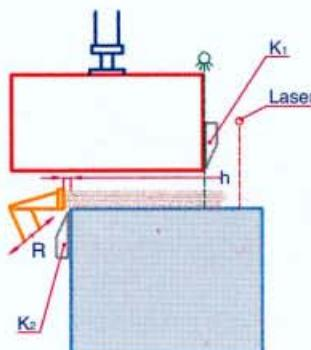
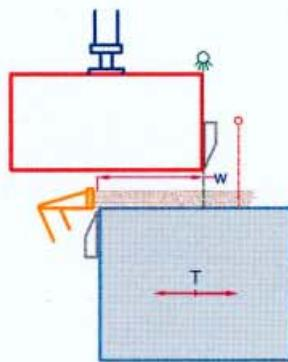

Fig.1
Fig.2
La machine permet, par une seule opération, d'effectuer la coupe d'un paquet de placage sur les deux côtés. La coupe simultanée sur les deux côtés est obtenue grâce au mouvement simultané de deux couteaux: le premier (Fig. 1; K1) monté sur une structure fixe et le deuxième (Fig. 1; K2) sur une table mobile T. La table mobile T se déplace jusqu'à atteindre une distance entre le couteau K1 et le couteau K2 qui est égale à la largeur "W" qu'on veut obtenir du paquet de placage (Fig. 2). Le mouvement du couteau K1 se produit du haut en bas, tandis que le couteau K2 se déplace dans le sens contraire. La machine est équipée d'un presseur P, pour le blocage du paquet au cours de l'opération de coupe.
Mit dieser Maschine kann man in einer einzigen Operation ein Furnierpaket auf beiden Seiten beschneiden. Das Beschneiden auf zwei Seiten des Pakets erfolgt durch die gleichzeitige Bewegung von zwei Messern, wobei das Messer (K1 in Abb. 1) an der festen Struktur und das zweite Messer (K2 in Abb. 1) am beweglichen Tisch (T) angebracht ist. Der verstellbare Tisch (T) kann solange versetzt werden, bis das am Tisch angebrachte Messer (K2) sich um eine Distanz vom Messer (K1) entfernt, wie sie der zu schneidenden Breite (W) des Furnierpaket entspricht (Abb. 2). Die Bewegung des Messers (K1) erfolgt von oben nach unten, während das Messer (K2) sich in die Gegenrichtung von unten nach oben bewegt. Die maschine ist mit einem Niederhalter (P) für das Festklemmen des Pakets während des Schneidvorgangs ausgerüstet.
La macchina consente, con un'unica operazione, il taglio di un pacco di impiallacciatura su entrambi i lati da rifilare. La rifilatura simultanea, su due lati del pacco, avviene grazie al movimento contemporaneo di due coltelli, il primo (riferimento K1 di fig. 1) montato su una struttura fissa e il secondo (riferimento K2 di fig. 1) su una tavola mobile T.
La tavola mobile T si può spostare fino a portare il coltello K2, su di essa montato, a una distanza dal coltello K1, pari alla larghezza "W" che si desidera ottenere dal pacco di impiallacciatura (fig. 2).